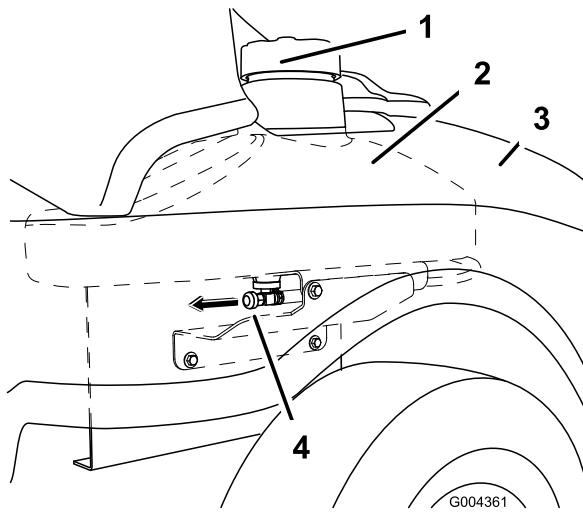

Figure 40
3. Fermez le robinet d'arrivée de carburant situé sous l'avant du réservoir (Figure 40).
7. Ouvrez le robinet d'arrivée de carburant et laissez le carburant s'écouler dans un bidon ou un bac de vidange (Figure 40).